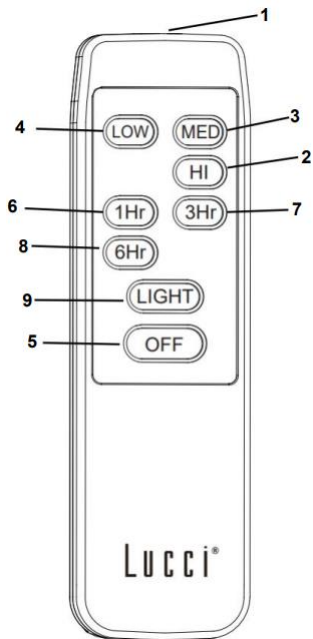

Fig. 10
- Bedek de montagebeugel met de overkapping. Zorg ervoor dat alle elektrische bedrading onder de overkapping gestopt is en dat ze niet beschadigd raken tijdens deze stap. Bevestig de overkapping aan de hangbeugel met de bijgesloten schroeven. Fig. 10.
Voordat u de afstandsbediening gebruikt, kunt u het beste dit hoofdstuk lezen en vertrouwd te raken met de knoppen en de functie van elke toets (Afb. 10).